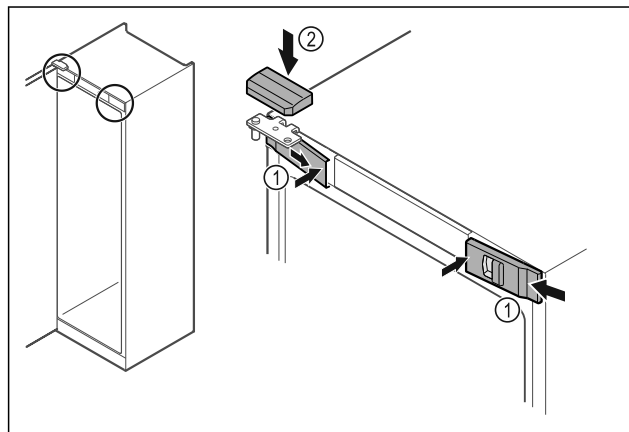

Fig. 33
- Voorste afdekking Fig. 33 (1) zijdelings aanbrengen en van binnen vastklikken.
- Bovenste afdekking Fig. 33 (2) van boven vastklikken.